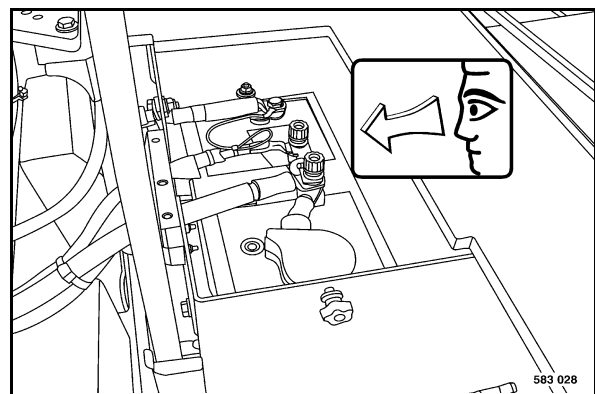

fig. 143
- Retirer la batterie (fig. 143) et nettoyer le caisson.